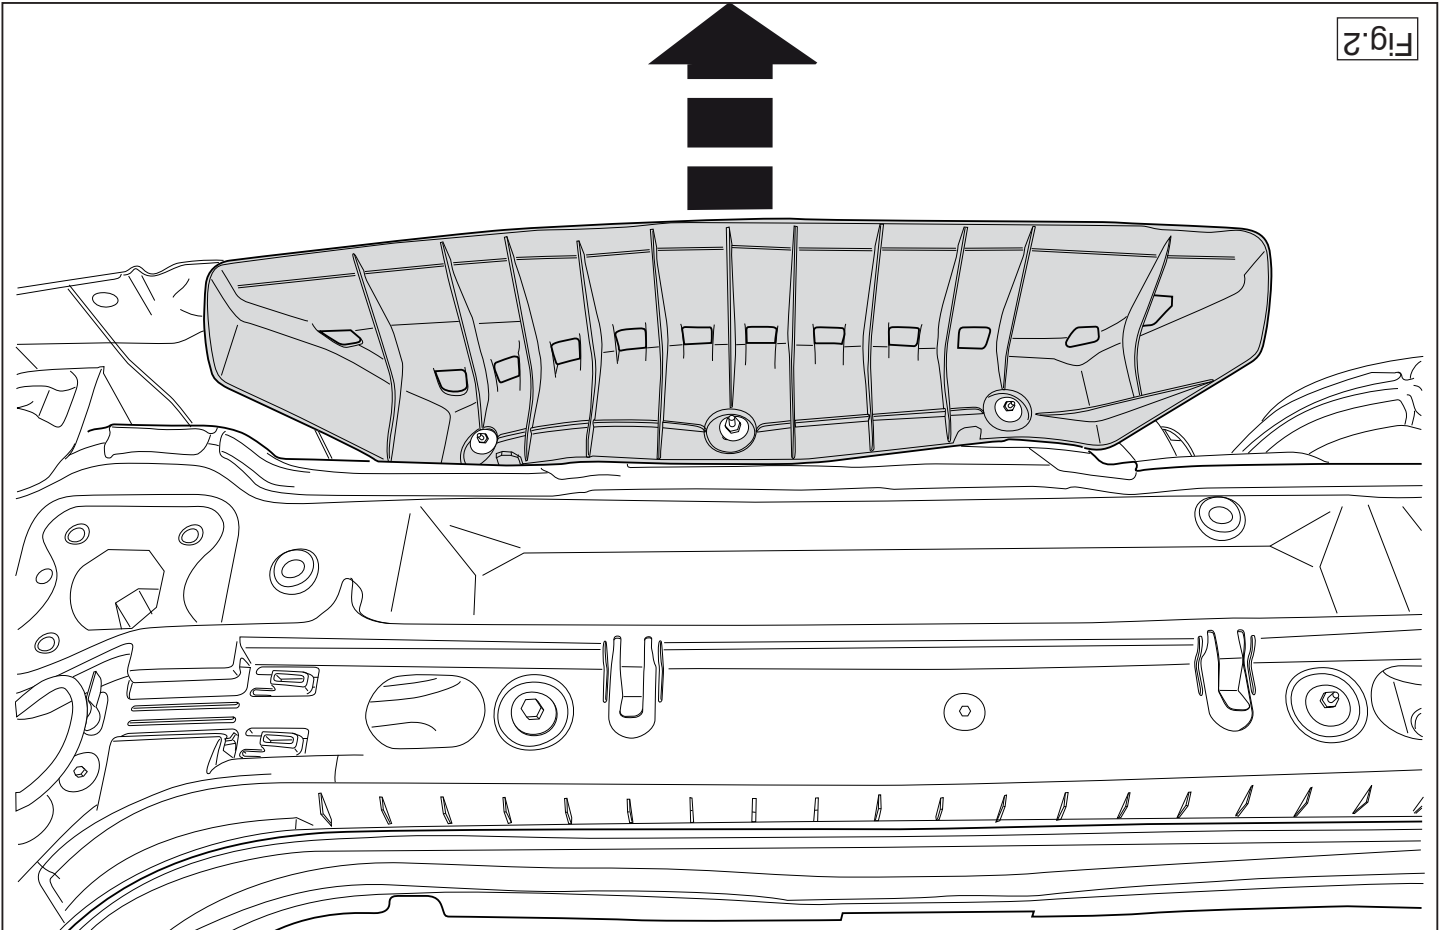

Fig.2
2. Die Kunststoffschutzkap abmontieren. Siehe Abbildung 2.
2. Démonter le cache de protection en plastique. Voir la figure 2.
2. Fjern plast kappen. Se fig. 2.